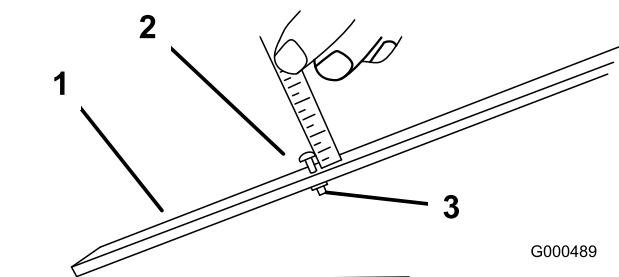

Figura 53
2. Afloje la tuerca de la barra de ajuste (Figura 53) y ajuste el tornillo para la altura de corte deseada. La distancia entre la parte inferior de la cabeza del tornillo y la cara de la barra es la altura de corte.